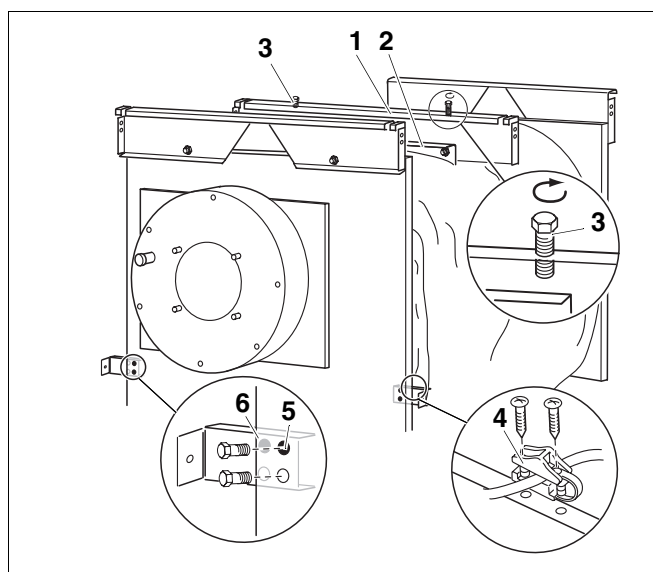

Fig. 10 Trækaflastning
- Skru 2 skruer M8 x 80 (fig. 10, **pos. 3**) lidt ned i den midterste travers (fig. 10, **pos. 1**) ovenfra.
- Fastgør den midterste travers (fig. 10, **pos. 1**) til holdelasken foroven (fig. 10, **pos. 2**) med 2 skruer, 2 skiver og 2 møtrikker.
Sørg for, at ombukningen på den midterste travers (fig. 10, **pos. 1**) vender fremad.
- Tryk trækaflastningen (fig. 10, **pos. 4**) ind i traversen i brænderdørens hængselside, og læg brænderkablet i.
- Skru trækaflastningen fast med 2 skruer (fig. 10, **pos. 3**).